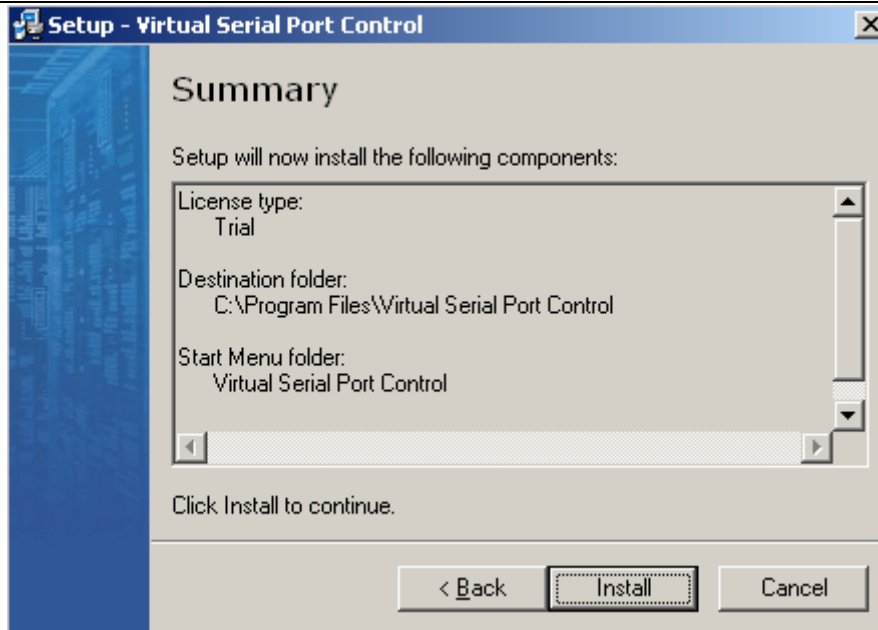

图 2
4. 接下来选择安装目录，直到弹出如图 2 所示对话框，点击 Install 继续安装。